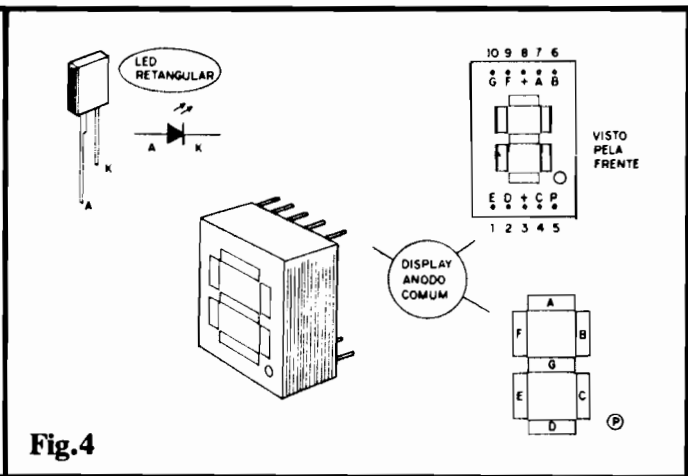

Fig.4
- **FIG. 4 - DETALHANDO OS DISPLAYS...** - Os três dígitos dos **displays** do TEDIG são formados por unidades do tipo **anodo comum**, de configuração padrão (são **displays** a LEDs, de 7 segmentos, mais um ponto decimal...), componentes de 10 pinos, cuja identificação de terminais é claramente mostrada na figura... Como é convencional em Eletrônica Digital, os **segmentos** do **display** (aqueles "pedacinhos" com os quais são "desenhados" os algarismos, de "0" a "9"...), são codificados com letras, de "A" até "G", havendo, contudo a presença também de um elemento extra, um ponto decimal (identificado, na figura,